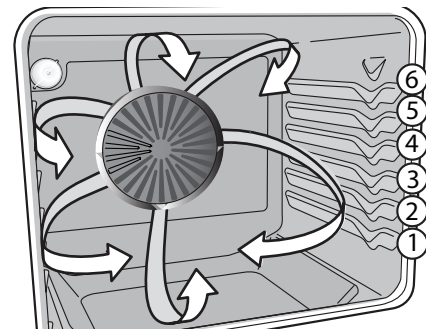

Figure 16 : Circulation d'air de convection
La fonction de cuisson à convection fait circuler l'air à l'intérieur du four à l'aide d'un ventilateur, de façon uniforme et continue (Figure 16). La distribution de chaleur étant ainsi améliorée, la nourriture cuit et brunit plus rapidement. Vous obtenez également de meilleurs résultats de cuisson lorsque vous utilisez deux grilles en même temps.
- Pour obtenir de meilleurs résultats lorsque vous utilisez deux grilles pour la cuisson de gâteaux, placez ces dernières aux positions 6 (grille surbaissée) et 1 (grille à glissière) (Voir Figure 16).